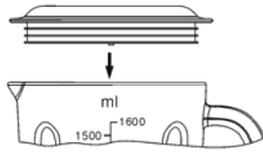

Fig. 2
3. Replacer le Couvercle supérieur sur la cuve et vérifier que cela couvre le verseur (voir fig 2.)